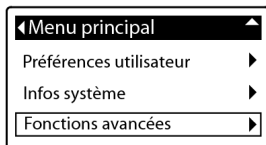

FIG.17
2. Depuis n'importe quel écran d'état séquentiel, appuyez sur le bouton SELECT (O) de l'adoucisseur pour afficher le **Menu principal**.
3. Appuyez sur le bouton DESCENDRE (▼) de l'adoucisseur pour parcourir les options du menu jusqu'à ce que l'option **Fonctions avancées** soit sélectionnée (Figure 17).